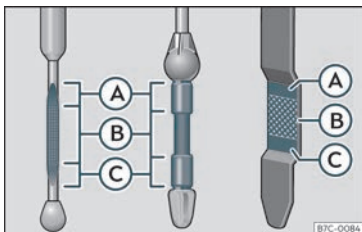

Fig. 203 Vareta de medição do nível de óleo.
- Em seguida, retire-a novamente e verifique o nível do óleo»» **Fig. 203**. Caso seja necessário, reponha óleo do motor.
- Quando o nível de óleo atingir pelo menos a zona»» Fig. 203 (B), enrosque a tampa do bocal de enchimento com cuidado »» ①.
① CUIDADO
Se o nível do óleo se encontrar por cima da zona»» Fig. 203 (A), não ponha o motor em funcionamento. Pode causar danos no motor e no catalisador. Informe uma oficina especializada.
O nível do óleo não pode ultrapassar, em caso algum, a zona»» Fig. 203 (A). Caso contrário, poderia ser aspirado óleo pela ventilação do cárter da cambota e chegar à atmosfera através do sistema de escape.